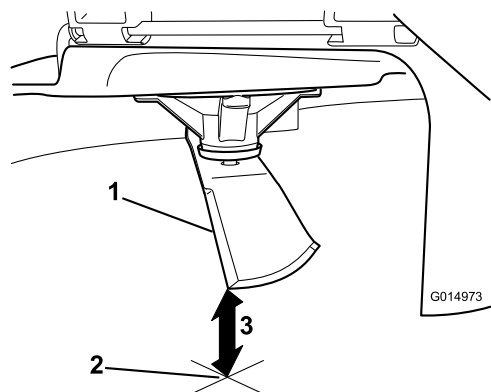

Figura 100
5. Mida desde la punta de la cuchilla hasta la superficie plana (**Figura 100**).